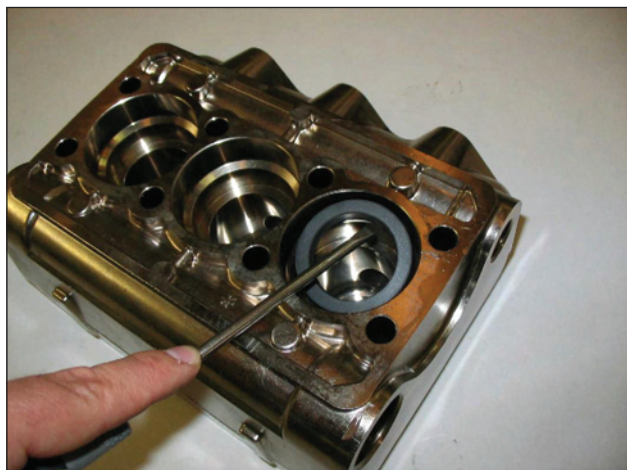

Fig. 21
- C) Extraer las juntas de alta presión del cabezal y aquella de baja presión del correspondiente soporte utilizando herramientas simples como se indica en la Fig. 21, prestando atención de no dañar las correspondientes sedes.